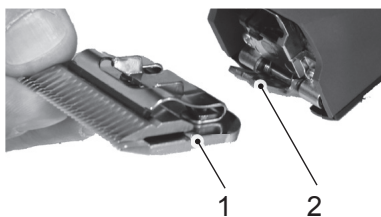

Fig. 8
6. Monter det foretrukne skærehovedet på bladhængslet og vip det på plads på den tændte klipper med et let tryk (Fig. 8, 9, 10).